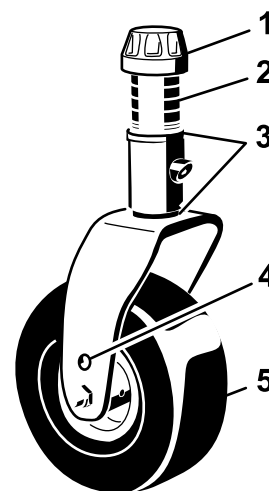

Figure 18
3. Enlevez le chapeau de tension de l'axe de pivot (Figure 18) et sortez l'axe du bras pivotant. Remplacez les 2 cales (3 mm) sur l'axe de pivot comme à l'origine. Ces cales sont nécessaires pour que les plateaux de coupe soient parfaitement de niveau sur toute la largeur. Placez le nombre requis d'entretoises de 13 mm